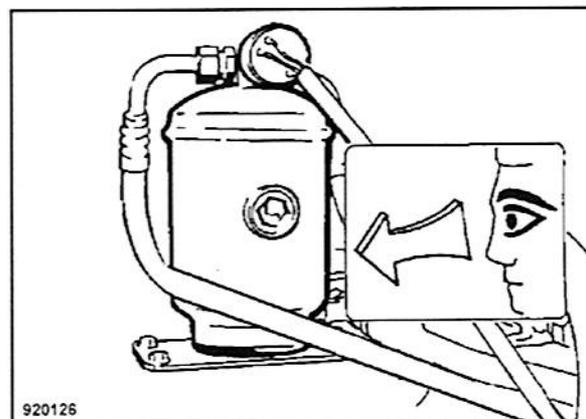

Fig. 138
- Comprobar la unidad secadora/colectora (Fig 138) por daños mecánicos o corrosión.